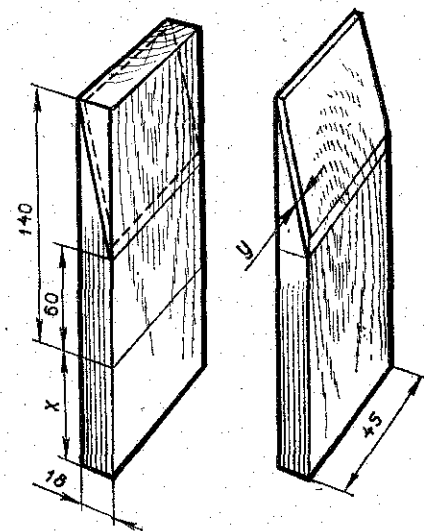

Рис. 74. Разметка и спиливание уклона клина:
3. Разметить и спилить уклон (рис. 74).